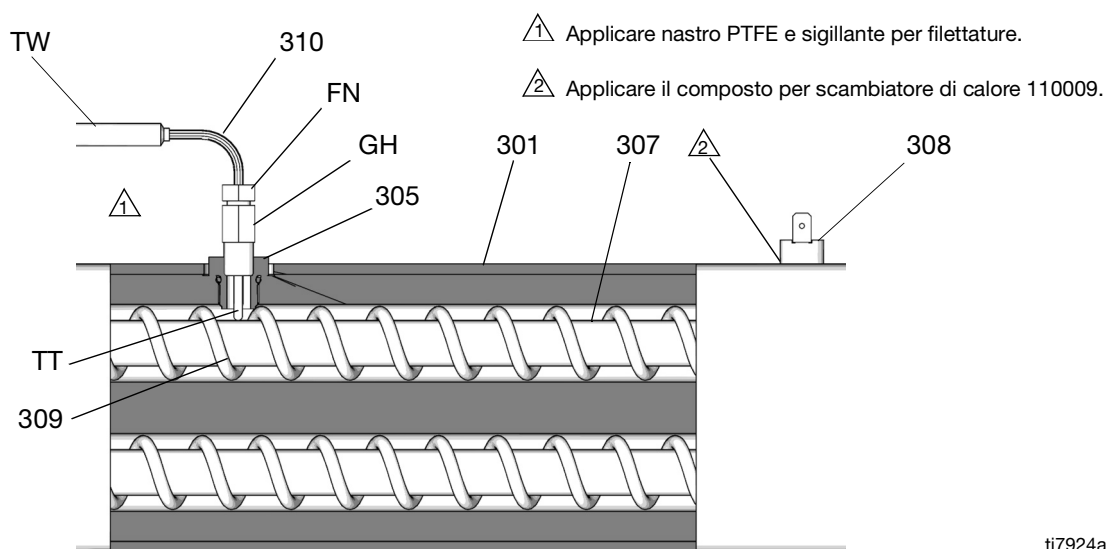

FIG. 16 Termocoppia
4. Allentare e rimuovere i dispositivi di fissaggio della staffa di montaggio del modulo di controllo della temperatura (56). Spostare il modulo di controllo verso l'alto, allontanandolo per accedere alla termocoppia.
7. Vedere FIG. 16. Allentare il dado della ghiera (FN). Rimuovere la termocoppia (310) dall'involucro del riscaldatore (301), quindi rimuovere l'involucro della termocoppia (TH). Non rimuovere l'adattatore della termocoppia (305) a meno che non sia necessario. Se occorre rimuovere
8. Sostituire la termocoppia, FIG. 16.
- a. Rimuovere il nastro protettivo dalla punta della termocoppia (TT).
- b. Applicare nastro in PTFE e frenafili alle filettature maschio, quindi serrare l'involucro della termocoppia (TH) sull'adattatore (305).
- c. Premere la termocoppia (310) in modo che la punta (T) tocchi l'elemento riscaldante (307).
- d. Tenendo la punta della termocoppia (TT) rivolta contro l'elemento riscaldante, serrare il dado della ghiera (FN) di un altro 1/4 di giro.
9. Inserire i fili (TW) nel carrello e formare un fascio come indicato in precedenza. Ricollegare i cavi alla scheda.
4. Scollegare un filo conduttore dall'interruttore di sovratemperatura (308), FIG. 16, pagina 50. Controllare l'interruttore mediante un ohmmetro. La resistenza deve essere di circa 0 ohm.
5. Se il test dell'interruttore ha esito negativo, rimuovere i fili e le viti. Smaltire l'interruttore guasto. Applicare un composto termico, installare un nuovo interruttore nello stesso punto sull'involucro (301) e fissare con viti (311). Ricollegare i fili.